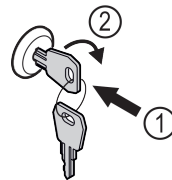

Fig. 166
- ▶ Shtyni çelësin brenda. Fig. 166 (1)
- ▶ Rrotulloni çelësin me 90° në drejtimin orar. Fig. 166 (2)